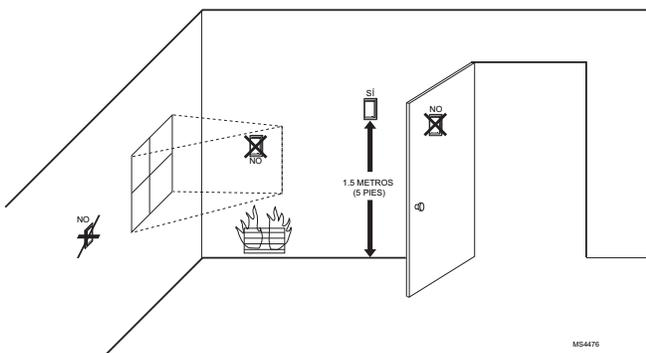

Fig. 25. Ubicaciones típicas para el sensor para interiores C7189U1005.
1. Seleccione un lugar (vea la Fig. 25) para montar el sensor en una pared interior aproximadamente a 5 pies (1,5 m) del piso.
3. Asegúrese de que haya buena circulación de aire a temperatura media en la ubicación seleccionada. Evite las ubicaciones siguientes, ya que pueden ocasionar errores en las mediciones del sensor. Vea la Fig. 25.